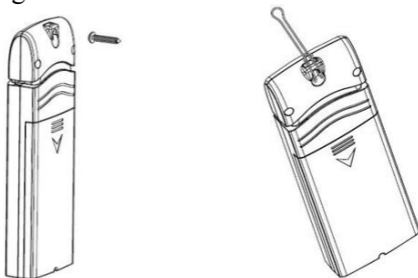

Abbildung 5: Innensensormontage
- Verwenden Sie eine Schraube oder einen Nagel, um den Fernsensor an der Wand zu befestigen, wie links in Abbildung 5 gezeigt.
- Oder hängen Sie den Sensor mit einer Schnur auf, wie rechts in Abbildung 5 gezeigt.